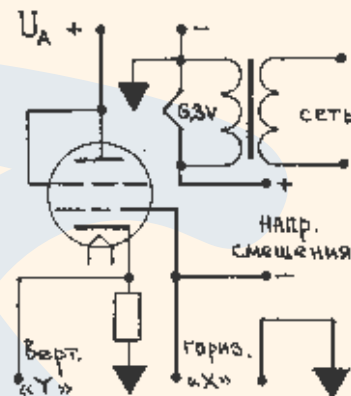

Рис. 2. Схема для наблюдения анодно-сеточной характеристики лампы
**Larry Lisle** (Ларри Лайл) становится известен на страницах GA своими статьями о прямонакальных лампах с низким (<4 V) напряжением накала. Раньше он выводил, что практически забытые триоды и тетроды с питанием накала от батарей ведут себя очень линейно и имеют широкий раскрыв анодных характеристик. На этот раз он предлагает простенькое устройство, с помощью которого можно наблюдать анодно-сеточную характеристику лампы. Количественная оценка, быть может, затруднительна (необходима градуировка по напряжениям и токам), но для качественного сравнения и отбора одинаковых половинок двойных триодов такое устройство вполне пригодится. (Смотри рис. 2, 3, 4).